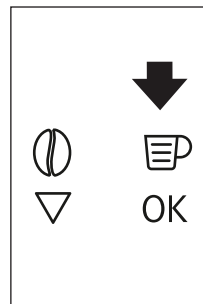
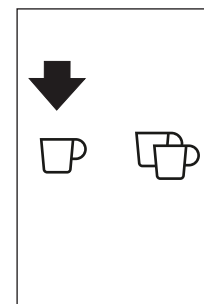
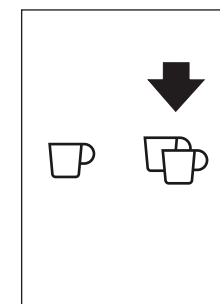

Fig. 18
Fig. 19
Fig. 20
- ▶ Appuyez sur l'icône (B5) (Fig. 18) pour sélectionner le type de café : espresso, petite tasse, tasse moyenne, grande tasse, mug. Appuyer sur la touche tactile ☉ (B10) (Fig. 19) si vous voulez faire un café et la touche tactile ☉☉ (B11) (Fig. 20) si vous voulez faire deux cafés. L'appareil va alors moulinner les grains et commence à verser le café dans la tasse. Une fois que la quantité de café a été versée, la machine s'arrête automatiquement de verser et expulse le marc de café dans le tiroir à marc de café.